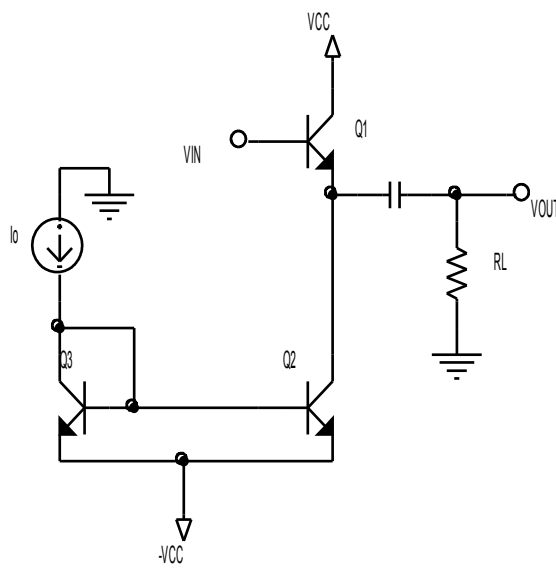

Fig. 1
- a) Para la etapa de potencia de la Fig. 1, determinar la máxima eficiencia que sería posible alcanzar para una señal de entrada sinusoidal, indicando bajo que condiciones se alcanzaría esta eficiencia máxima.